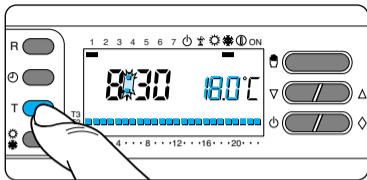

Fig. 64
**12.3** - Premere nuovamente il pulsante T (fig. 64) per passare al livello di temperatura successivo.